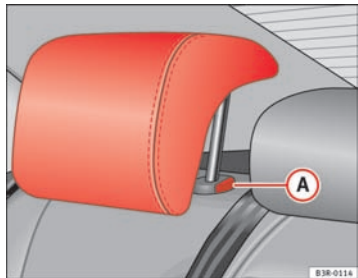

Fig. 5 Places latérales de la banquette arrière : Appuie-tête
- Appuyez sur la touche **A** ⇒ fig. 5 et baissez l'appuie-tête.
- Appuyez sur la touche **A** ⇒ fig. 5 et extrayez en même temps l'appuie-tête.